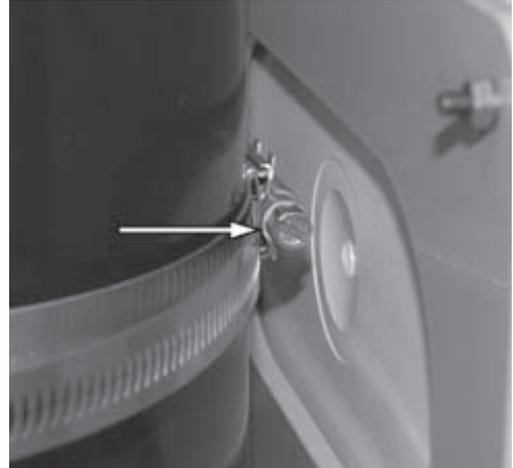

Abbildung 19.
18. Siehe Abbildung 19. Ziehen Sie die Schraubenklemme an.